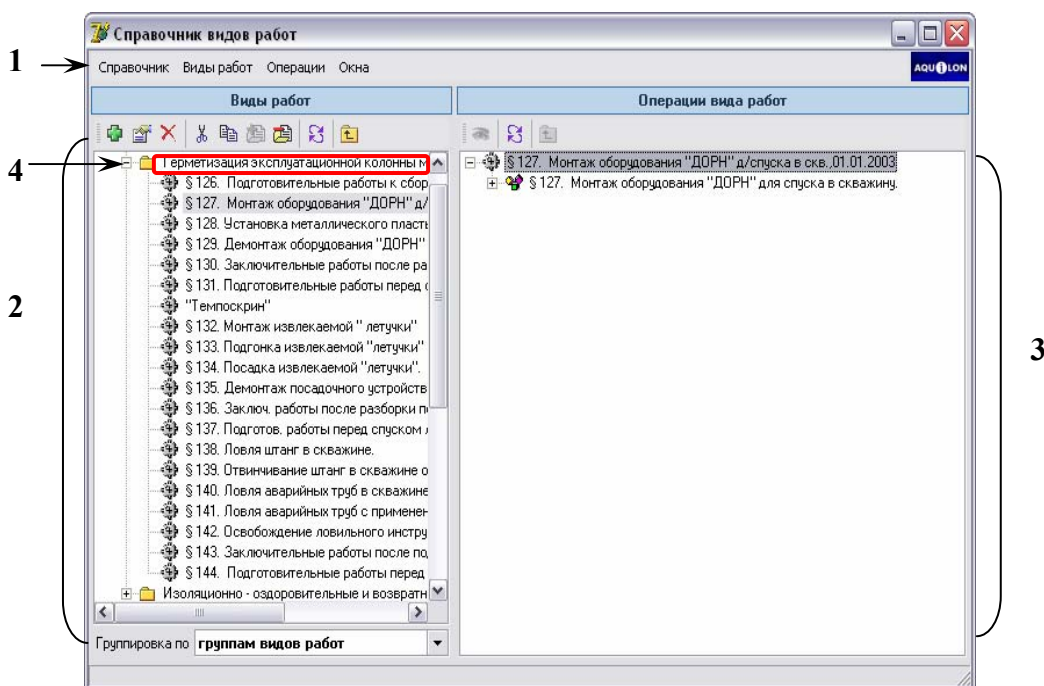

Рисунок 3.1.
Откроется окно «Справочник видов работ» (рис.3.1). С помощью данного справочника Вы можете:
Группой справочника (рис.3.1 {4}) называется совокупность элементов иерархической системы, объединенных по определенному признаку.
Окно справочника условно можно разделить на три части (рис.3.1).
1. **Меню окна** (рис.3.1 {1})
2. Левая часть окна (рис.3.1 {2}) — **перечень видов работ**, сгруппированных по определенному признаку.
3. В правой части окна (рис.3.1 {3}) отражается **иерархическая структура вида работы**.